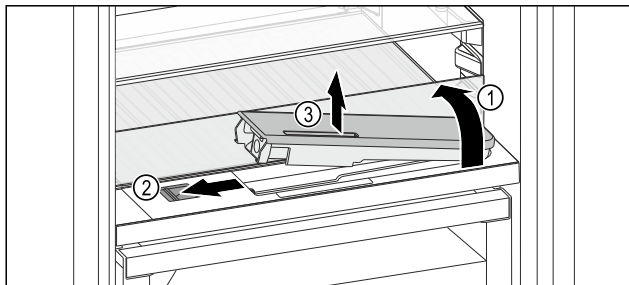

Fig. 154
- ▶ Skleněnou desku nadzvedněte a zaklapněte dozadu až na doraz Fig. 154 (1).
- ▶ Posuvník Fig. 154 (2) posuňte doleva.
- ▶ Vyjměte nádržku na vodu Fig. 154 (3).